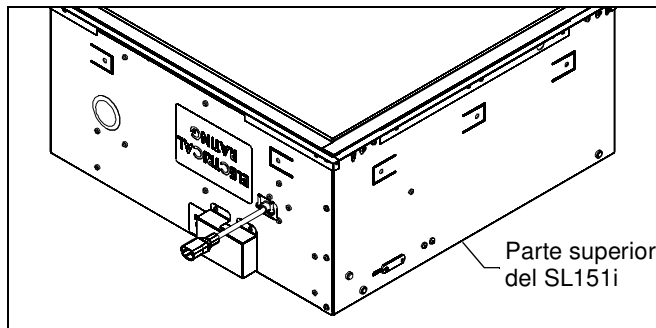

Figura 1
2. Coloque el SL151i boca abajo sobre una superficie limpia. (Consulte la Figura 1).